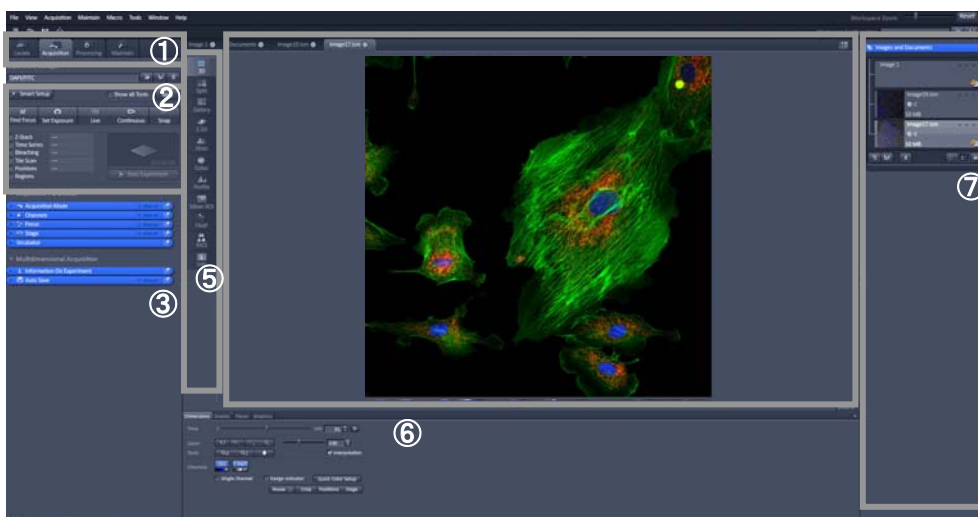

Fig.3 ソフトウェア起動後の ZEN メインアプリケーションウインドウ
左ツールエリア (Fig.3-①,②,③)
センタースクリーンエリア (Fig.3 - ④,⑤,⑥)
- ④ 画像ウィンドウ ⑤ ビュータブ ⑥ ビューコントローラー
右ツールエリア (Fig.3 - ⑦)